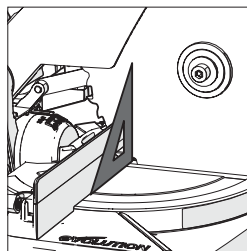

Fig. 9
- Posizionare la squadra sul banco con un bordo accostato a esso e l'altro contro la lama (evitando le punte TCT dei denti della lama) (**Fig. 9**).